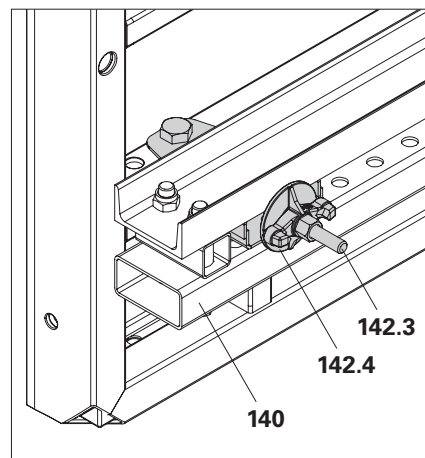

Fig. C1.04a
- Il corrente cassaforma 150 CB (**110**) è fissato di serie all'adattatore morsa MX / TR-SRU (**142**) con il tirante DW 15 (**142.3**) e la contropiastra con dado ad alette DW 15 (**142.4**). (Fig. C1.04a)
4. Fissare il corrente cassaforma 150 CB (**110**) sulla cassaforma con il tirante DW 15 (**142.3**) e la contropiastra con dado ad alette DW 15 (**142.4**). (Fig. C1.04a) In alternativa: